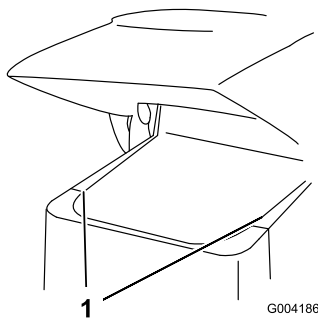

Bild 25
2. Schieben Sie die Seitengitter (Bild 25) nach oben und aus den Schlitzten im vorderen Gitter und im Rahmen.